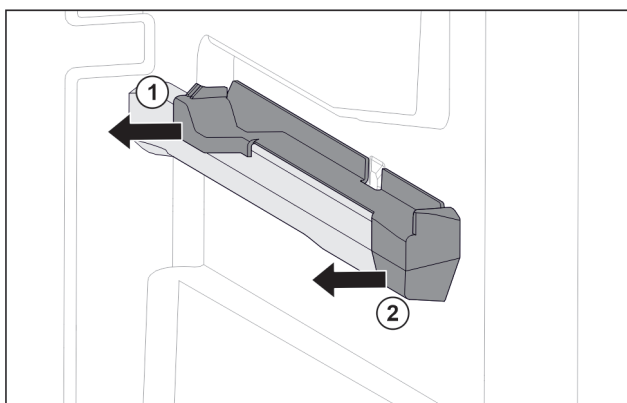

Fig. 82 Element nasadzany na prawym żebrze pojemnika
- ▶ Odciągnąć element nasadzany z tyłu w bok. Fig. 82 (1)
- ▶ Odciągnąć element nasadzany z przodu w bok. Fig. 82 (2)